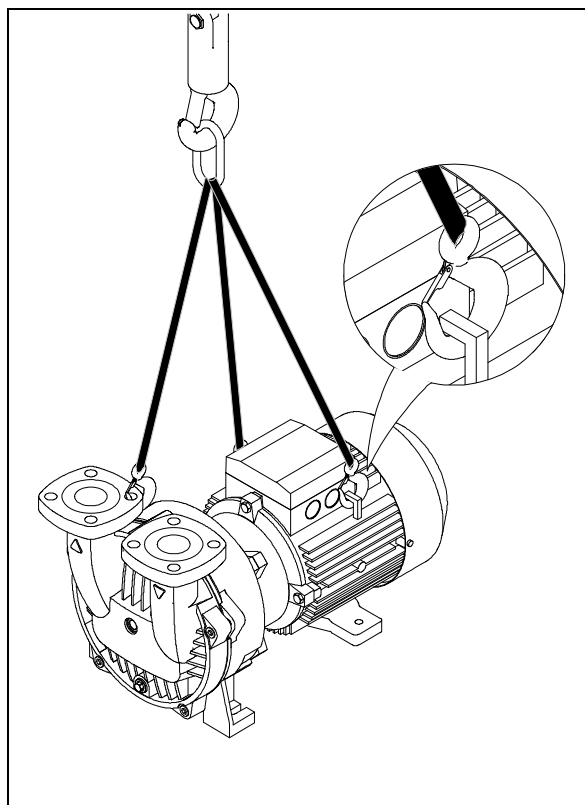

Fig. 4: Puntos de amarre 2BV5 1..
- Los puntos de amarre son las armellas de transporte del motor y un taladro de la brida de aspiración o un taladro de la brida de presión (Fig. 4, página 13).